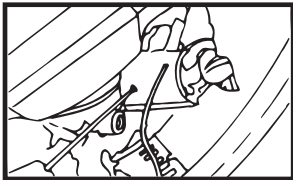

FIGURE 34 • FIGURA 34
- 3) Avec la clef dans la position RUN, appuyez sur la goupille de retenue du cylindre du contacteur avec un outil adéquat et extrayez le cylindre du contacteur hors de son logement (reportez-vous à la figure 34).